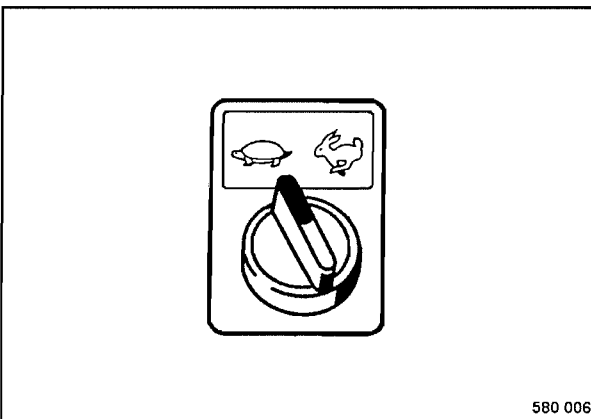

Fig. 35
- Preseleccionar el nivel de marcha deseada (Fig. 35).